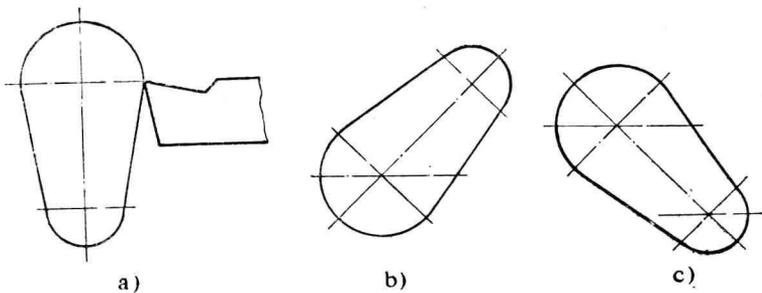

图6 凸轮轴
17. 如图 6 所示的  $\gamma_p = 10^\circ$ 、 $\alpha_p = 6^\circ$  的车刀加工凸轮轴, 当凸轮轴由 a 转向 b 和 c 的位置时, 这把车刀能否继续切削? 试提出改进措施并图示在 b 和 c 的位置上。